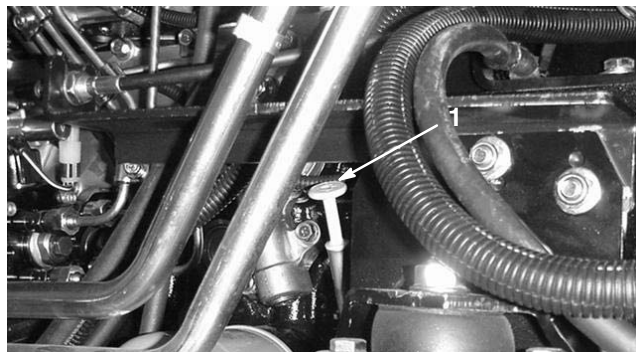
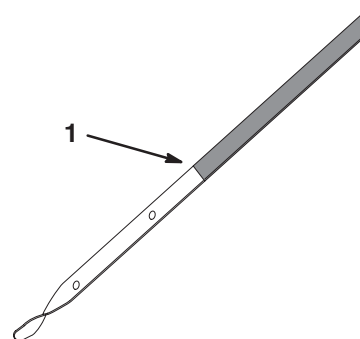

Figure 35
Figure 37
2. Sortez la jauge, essuyez-la sur un chiffon propre (Fig. 35) et remettez-la complètement dans le goulot. Ressortez la jauge et vérifiez le niveau d'huile. Il doit atteindre le repère du plein sur la jauge, pas les trous (Fig. 37).
3. Si le niveau d'huile est bas, retirez le bouchon de remplissage (Fig. 36). Ajoutez de l'huile du type correct dans le réservoir jusqu'à ce que le niveau atteigne le repère sur la jauge (Fig. 37). **Ne remplissez pas excessivement.**